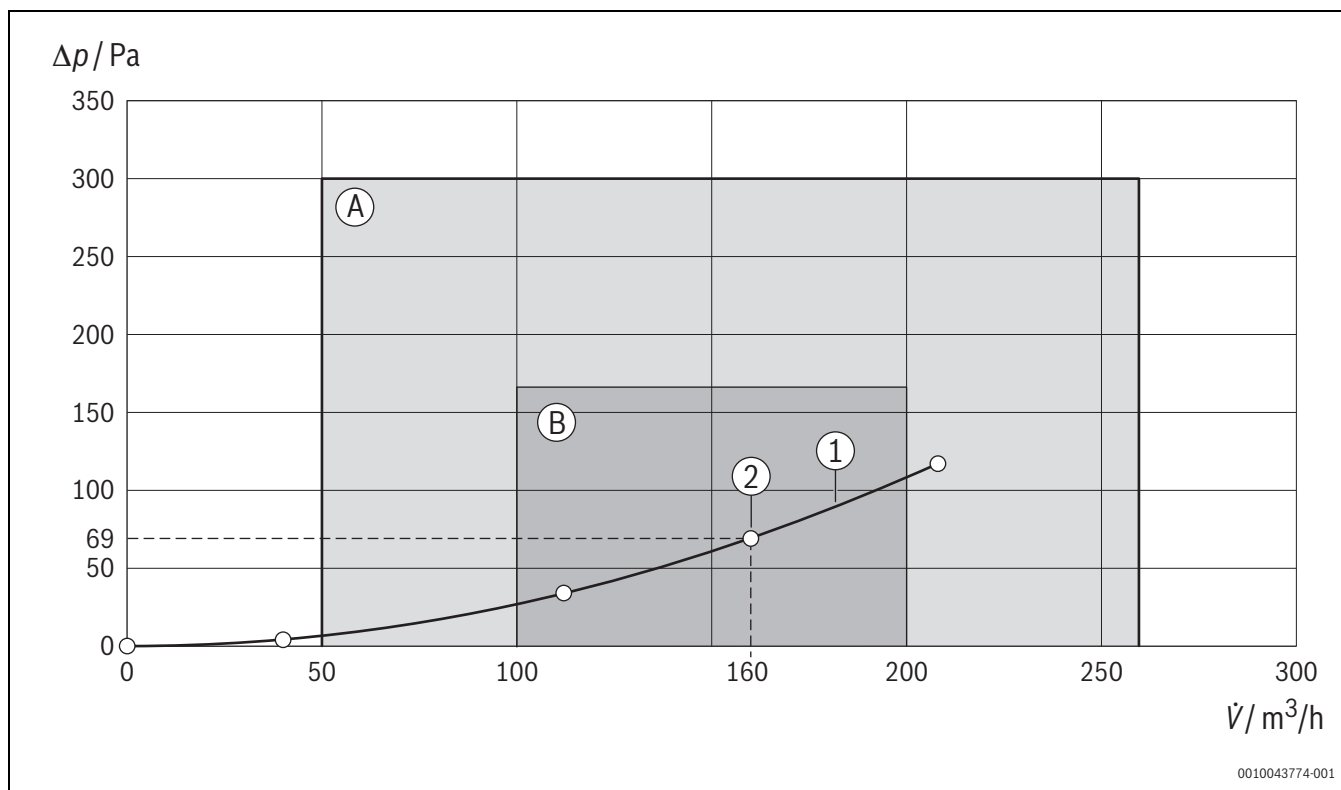

Bild 231 Kennlinien Druckerhöhung/Volumenstrom V5001C 260
Für das ausgewählte Gerät V5001C 260 ergibt sich mit einem Volumenstrom von 160 m³/h eine Betriebseinstellung auf die Lüftungsstufe 3 (→ (2) in Bild 231 mit Kennlinie für die Nennlüftung). Die elektrische Leistungsaufnahme des Gerätes ist aus Bild 36 (→ Seite 30) zu entnehmen. Die Leistungsaufnahme der Regelung ist dabei berücksichtigt.